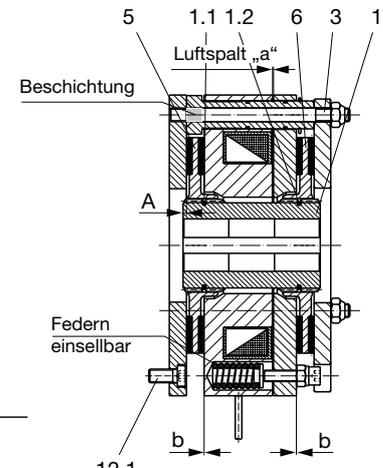

Bild 12
- Das Maß „A“ (Bild 12) ist einzuhalten.
1. Zahnabe KO (1) gemäß Bild 12 auf Welle montieren, **Maß „A“ nach Bild 12 beachten, auf ganze Traglänge der Passfeder achten**, und axial sichern (z. B. mit einem Sicherungsring).
2. Evtl. Flanschplatte (12) mit Hilfe der Zylinderschrauben (12.1) montieren (Anzugmoment beachten).
3. Rotor 1 (5) von Hand mit leichtem Druck über O-Ringe (1.1 und 1.2) auf Zahnabe (1) schieben (Rotorbund zeigt von Maschinenwand bzw. Flanschplatte weg). Auf Leichtgängigkeit der Verzahnung achten.